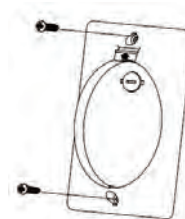

Fig. 17
Étape 1. Choisissez un emplacement pour installer votre support de contrôle du combiné, vous pourriez installer le support comme indiqué. (Fig. 17)